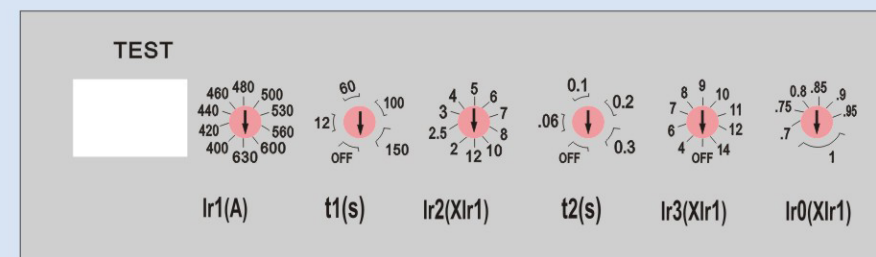
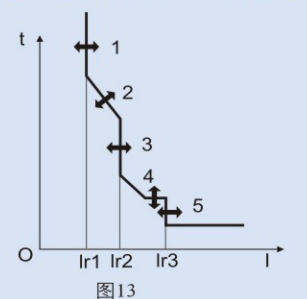

图12
图13
7.6、HSM2E-800, In=630A电子式脱扣器见图12、图13